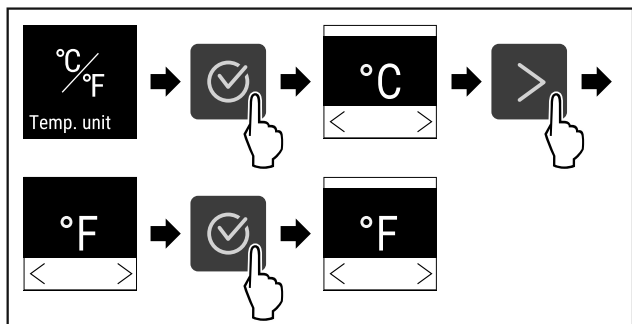

Fig. 77
- ▶ Eseguire i passi (vedere Fig. 77) .